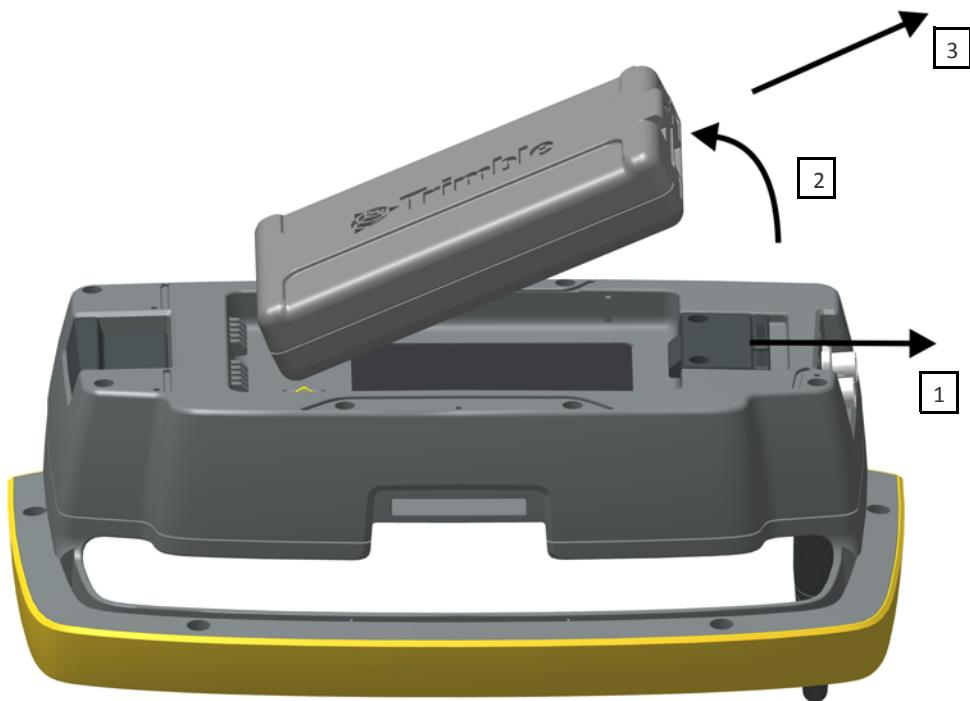

Рисунок 5.14 Извлечение батареи из держателя Trimble Robotic
1. Оттяните фиксатор от батареи (1).
2. Поднимите эту сторону батареи (2).
3. Извлеките батарею из держателя (3). См. Рисунок 5.14.